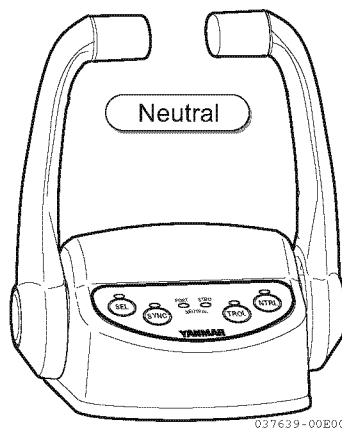
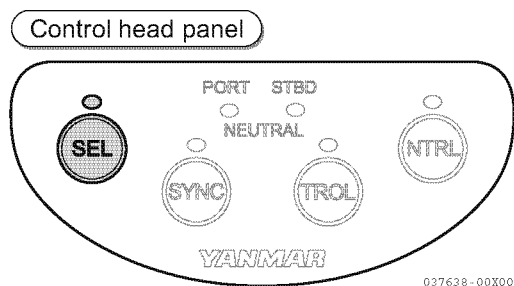

Figura 2
Figura 3
- La lámpara del panel de interruptores se encenderá y la lámpara SEL (**Figura 3**) del mando de control (**Figura 2**) se encenderá y parpadeará.